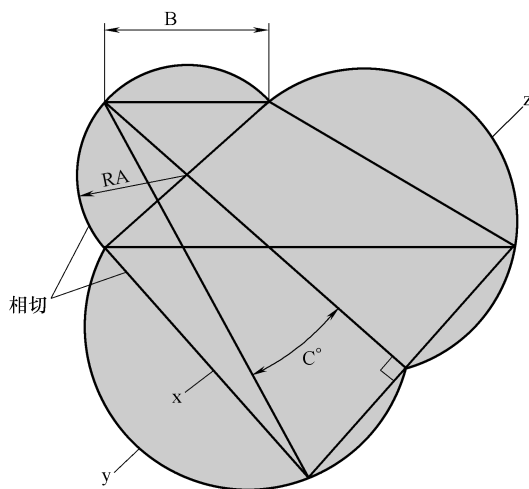

图 A-10 练习题 10
10. 参考图 A-10 绘制图形, 注意其中的水平、相切、重合、垂直等几何关系。